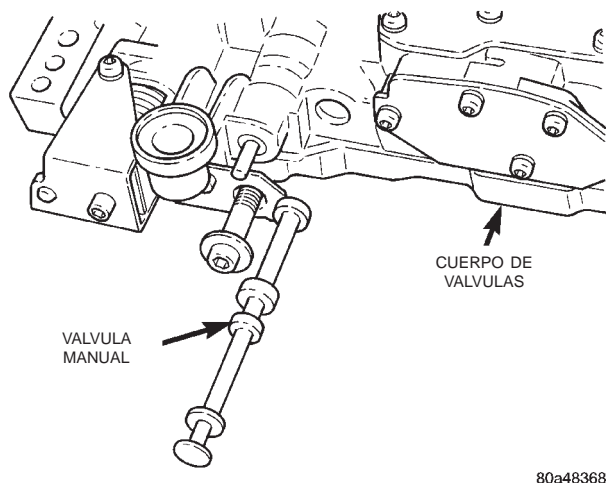

Fig. 69 Válvula manual
(41) Instale la válvula manual en el cuerpo de válvulas (Fig. 69).